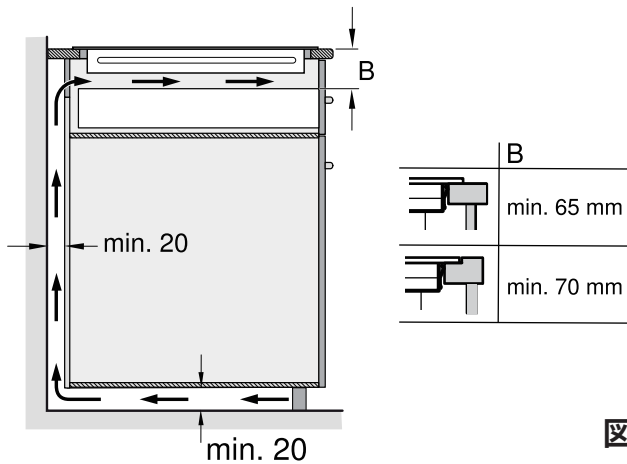

図 4
- IH クッキングヒーターは内部装置を冷却するためにファンが組み込まれています。ユニット内に暖かい空気が排出されるためユニット背面上部に所定の通気口を設けて下さい。また、キャビネット内に効果的に給気ができるよう、壁と背板の間に必ず 20mm 以上の通気スペースを設けて下さい。(図 4)